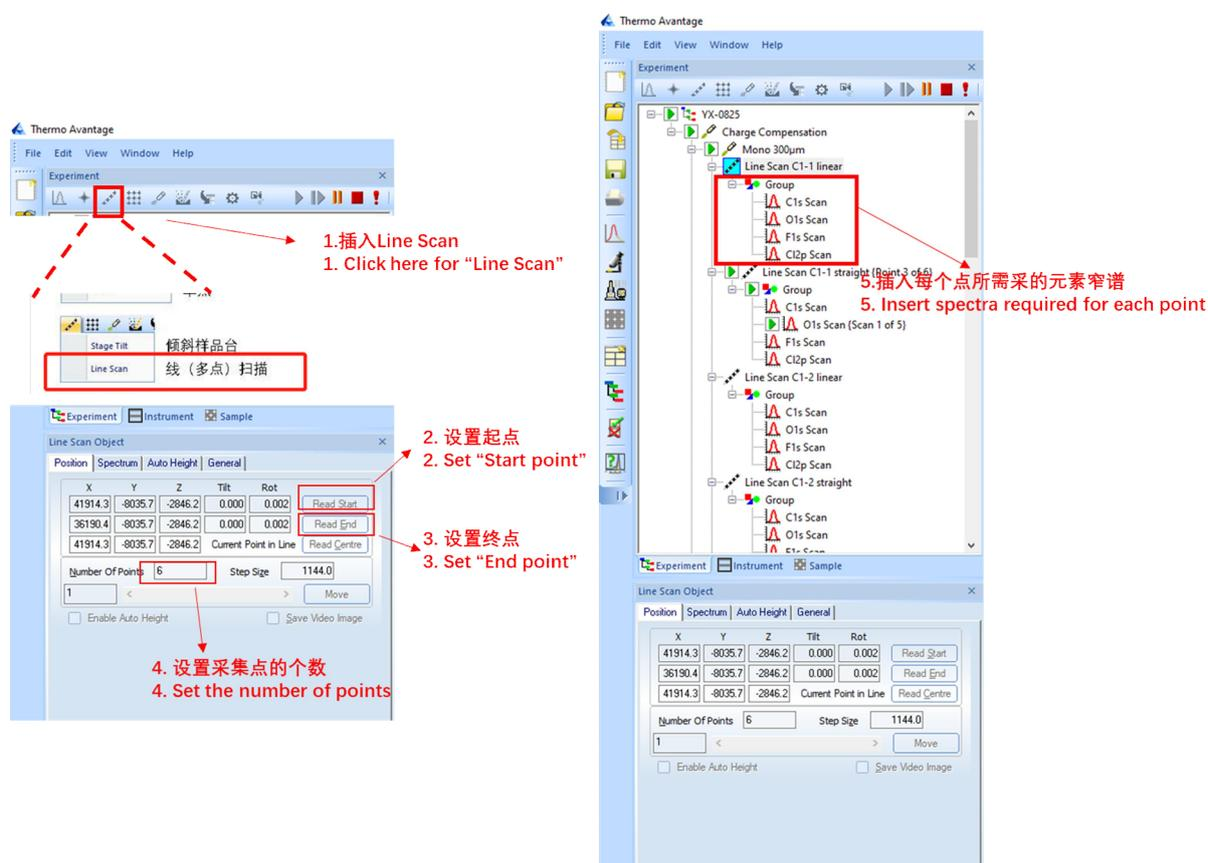

图 17 线扫程序设置步骤
- (1) 参照图 17 左半部分，插入 Line Scan 命令并通过 Read Start 和 Read End 按钮，设置需要线扫的线段；
- (2) 参照图 17 右半部分，在 Line Scan 下面插入每个点所需采集的元素窄谱，然后正常运行实验即可；